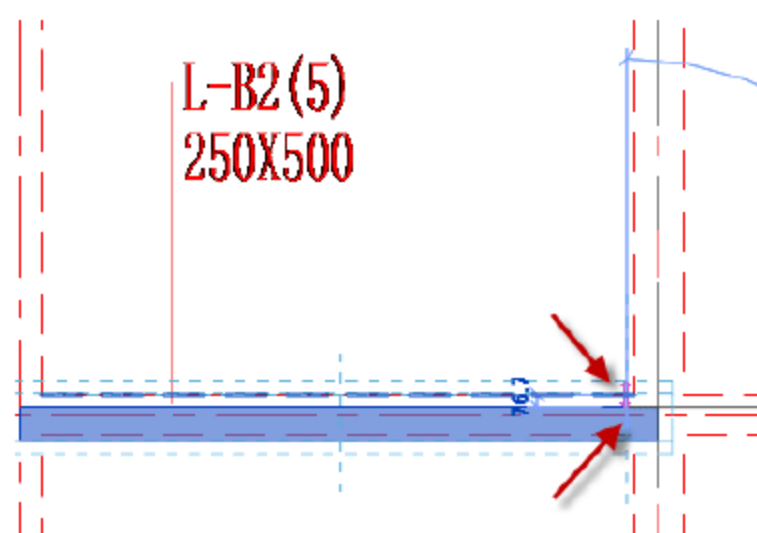

图 4.2.69 调整矩形梁的位置
(19) 调整矩形梁 L-B2 的位置, 选中矩形梁 L-B2, 按快捷键 M+V, 移动矩形梁的位置, 使其与梁线对齐, 如图 4.2.69 所示。